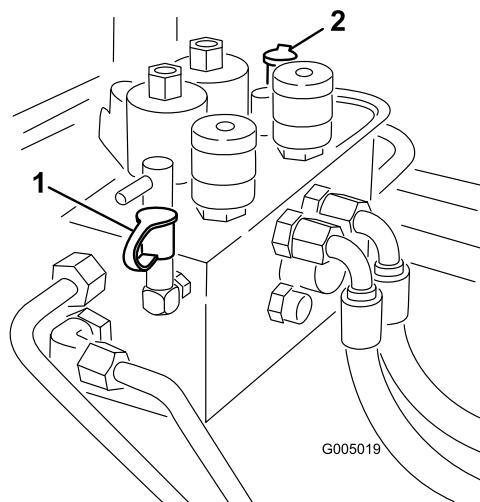

図 81
2. テストポートB（図 81）は、前カッティングユニットの油圧回路の故障探究用です。
3. テストポートC（図 81）は、後カッティングユニットの油圧回路の故障探究用です。